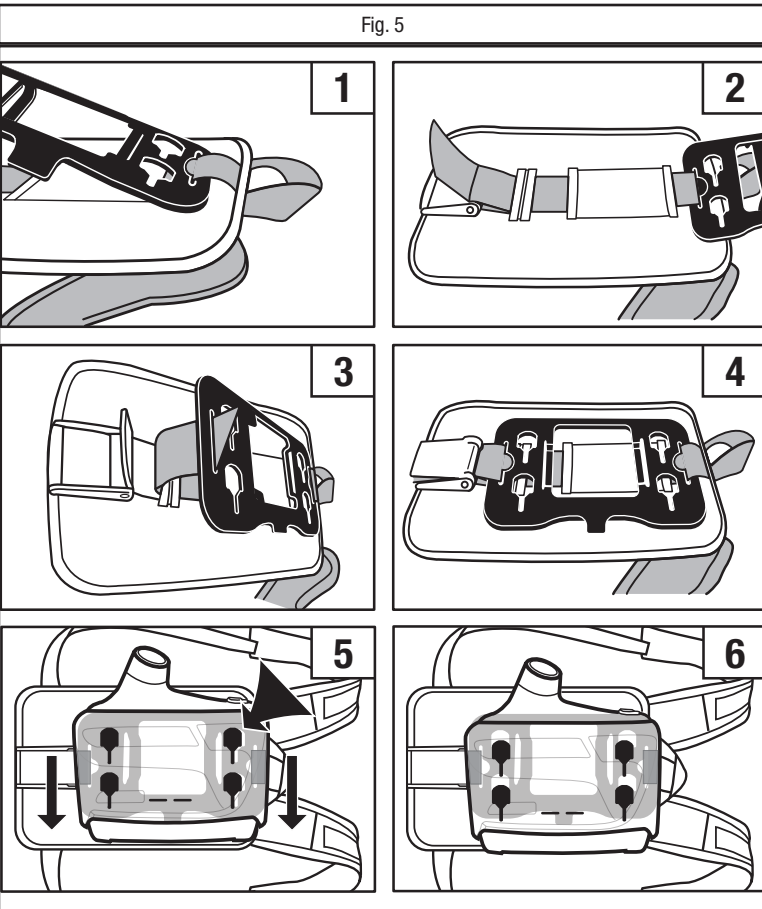

Fig. 5
- Attach the TR-655 backpack adapter plate to the BPK-01 backpack as shown in Fig. 5, steps 1-4. Be sure the buckle on the BPK-01 is slide all the way down.
- Place the 4 keyholes of the TR-655 backpack adapter plate onto the 4 T-bars on the back of the motor/blower (Fig. 5, step 5).
- Slide the adapter plate up (Fig. 5, step 5) until the plate's edge snaps over the locking tabs on the bottom of the motor/blower (Fig. 5, step 6).
- Fixer la plaque d'adaptateur du sac à dos au sac à dos BPK-01 tel qu'illustré à la Fig. 5, étape 1-4. S'assurer que la boucle sur le sac à dos BPK-01 descend jusqu'en bas.
- Placer les 4 trous de la plaque d'adaptateur du sac à dos dans les 4 barres en T qui se trouvent au dos du moteur/souffleur (Fig. 5, étape 5).
- Faire glisser la plaque d'adaptateur vers le haut (Fig. 5, étape 5) jusqu'à ce que les bords de la plaque s'enclenchent sur les languettes de sûreté qui se trouvent sur le moteur/souffleur (Fig. 5, étape 6).
1. Conecte la placa adaptadora para mochila TR-655 a la mochila BPK-01 como se muestra en la Fig. 5, pasos 1-4. Asegúrese de que el broche en la BPK-01 esté totalmente deslizado hacia abajo.
3. Coloque los cuatro orificios de la placa adaptadora para mochila TR-655 en las cuatro barras T en la parte posterior del motor/ventilador (Fig. 5, paso 5).
5. Deslice la placa adaptadora (Fig. 5, paso 5) hasta que la orilla de ésta abraque en las lengüetas de fijación en la parte inferior del motor/ventilador (Fig. 5, paso 6).
1. Anexada a placa de adaptação da mochila TR-655 para a mochila BPK-01, como mostrado na Fig. 5, passos 1-4. Certifique-se que a fivela na mochila BPK-01 irá deslizar todo o caminho.
3. Coloque os quatro orifícios (similar a burraco de fechadura) da placa do adaptador da mochila TR-655 em cima dos 4 T-barras (Travas) na parte de trás do motor/ventilador (Fig 5., Passo 5).
5. Deslize a placa de adaptação para cima (Fig 5., Passo 5) até a borda da placa é presa sobre as patilhas de bloqueio na parte inferior do motor/ventilador (Fig 5., Passo 6).